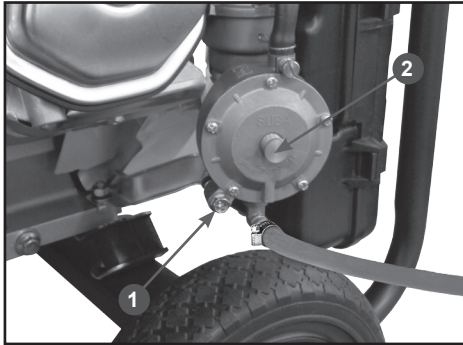

Рис. 14 Редуктор газовый генератора
3. Слейте остатки бензина с карбюратора. Приготовьте подходящую емкость и поместите ее под газовый редуктор генератора. Открутите болт 1 на газовом редукторе генератора (Рис. 14) и слейте бензин в подготовленную для этого емкость. Закрутите болт для слива бензина.
На Рис. 14 показан один из вариантов газового редуктора, где для слива топлива из карбюратора нужно откручивать болт. На генераторе также может быть установлен газовый редуктор, где для слива топлива из карбюратора предусмотрен топливный кран. В этом слу-
6. Нажмите кнопку 2 на корпусе газового редуктора генератора и держите её примерно 3-5 секунд (Рис. 14).